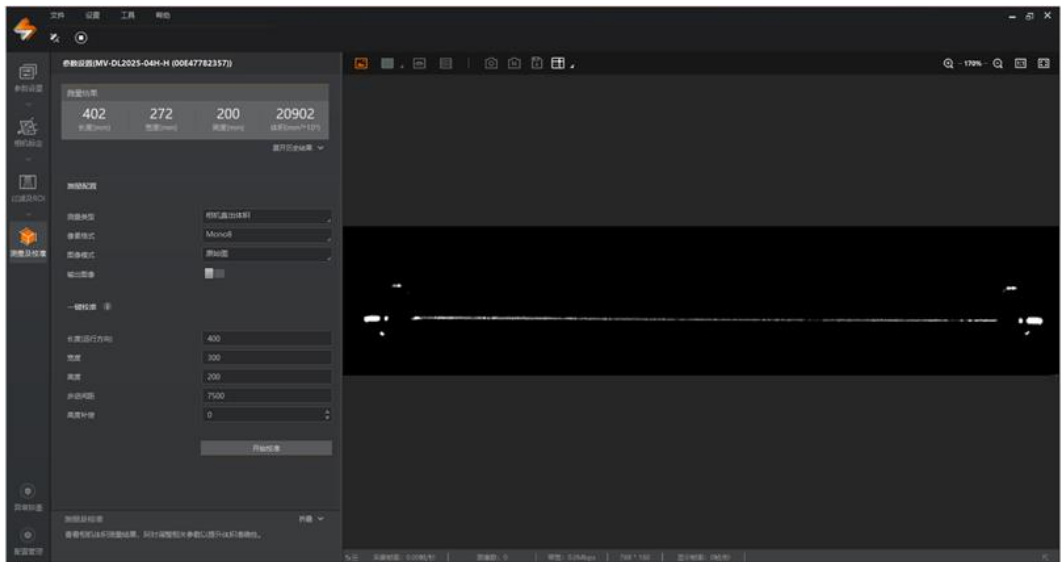

图2-30 测量与校准界面
1. 完成 ROI 绘制后，单击“测量及校准”，界面将切换至体积测量窗口，此时可将被测物体放置在传送带上通过设备下方。完成体积测量后，在测量结果处将显示各数值，如图 2-30 所示。